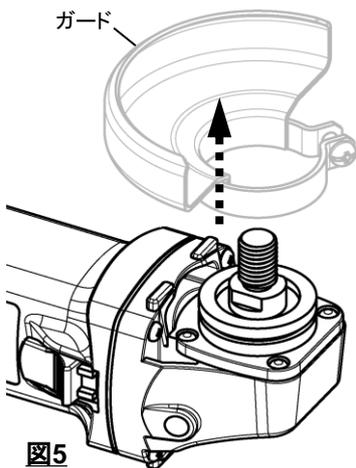

図5
2. グラインダ標準付属のガードを取り外してください。(図5)